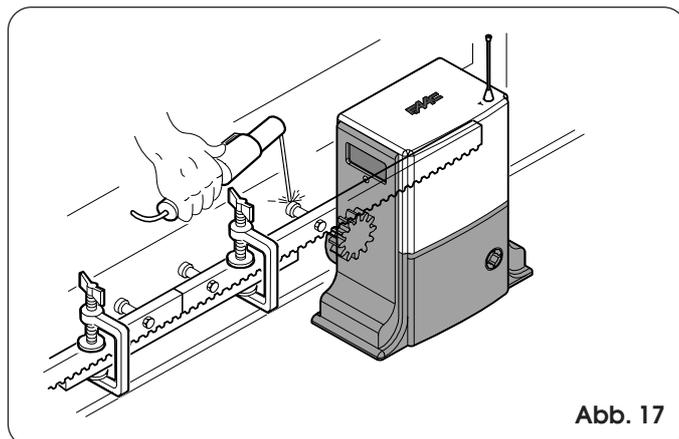

Abb. 17
- 5) Ein weiteres Element der Zahnstange an das vorhergehende anlegen, indem wie in Abb. 17 gezeigt, ein Stück der Zahnstange verwendet wird, um die phasenrichtige Verzahnung der beiden Elemente herzustellen.
- 4) Ein weiteres Element der Zahnstange an das vorhergehende anlegen, indem wie in Abb. 17 gezeigt, ein Stück der Zahnstange verwendet wird, um die phasenrichtige Verzahnung der beiden Elemente herzustellen.